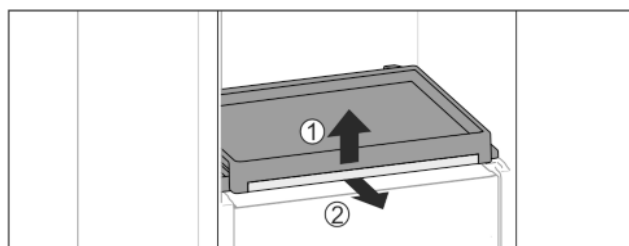

Fig. 36
- ▶ Uitschuifplateau met glasplaat eruit halen: Glasplaat aan de voorkant licht omhoog tillen *Fig. 36 (1)* en vanaf de voorkant eruit trekken *Fig. 36 (2)*.